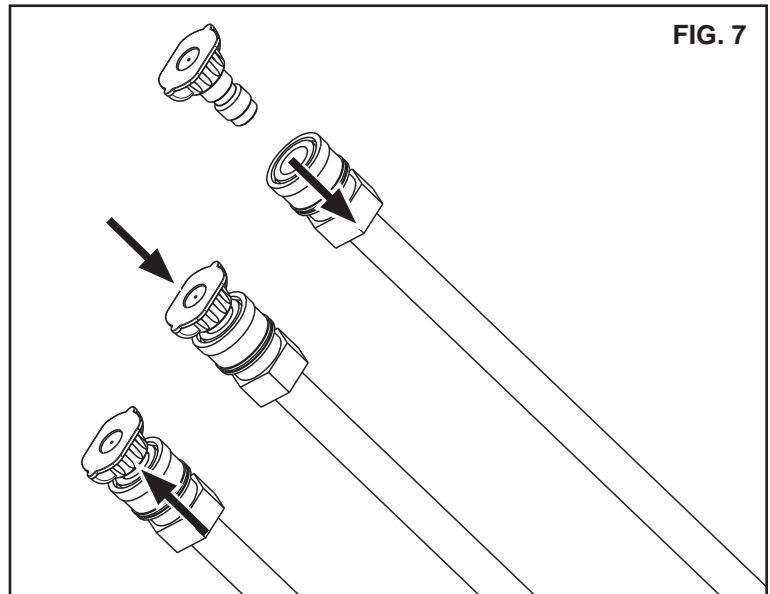

FIG. 7
1. Asegúrese de que la manguera para productos químicos esté presionada sobre el pico dentado (F) que está cerca de la conexión de la manguera de alta presión de la bomba, según se muestra (E). (Fig. 7)